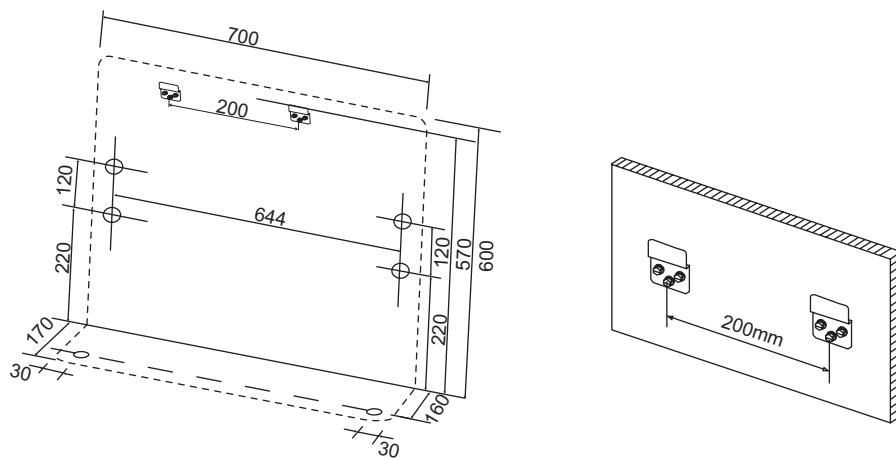

Рис. 10.3
10.2.2 Блоки консольного типа (рис.10.3)